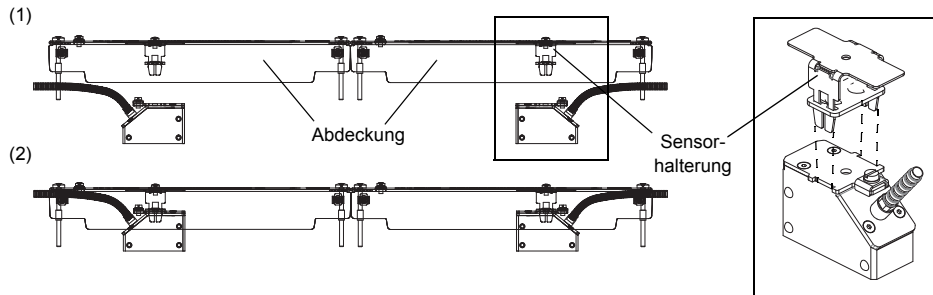

Abb. 9.27: Sensoren in der Abdeckung
- Drücken Sie die Sensoren fest auf die Sensorhalterung in den Abdeckungen, so dass die Sensoren einrasten und fest fixiert sind (je Abdeckung ein Sensor). Die Sensorkabel zeigen in entgegengesetzte Richtungen (siehe Abb. 9.27).